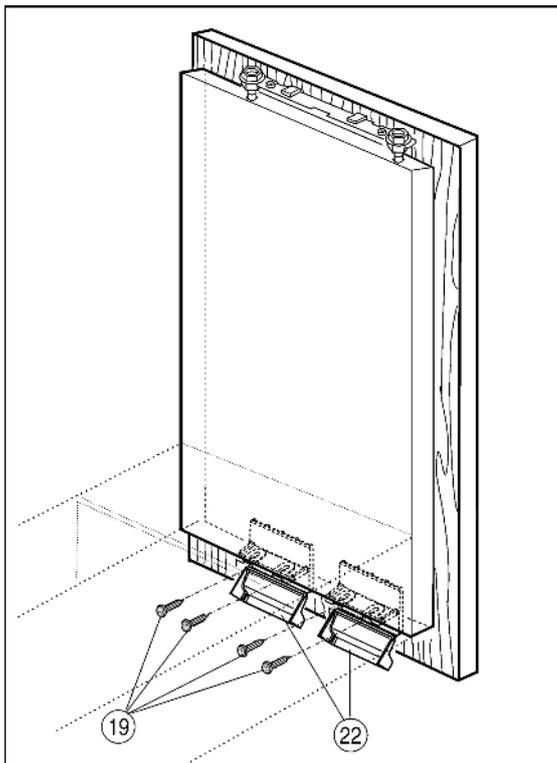

Fig. 16
- ▶ Möbeltür mit der Gerätetür verschrauben: Die Klappen der Befestigungswinkel Fig. 16 (22) herunterklappen.
- ▶ Gerätetür mit Schrauben Fig. 16 (19) durch die Befestigungswinkel Fig. 16 (22) auf der Möbeltür verschrauben.